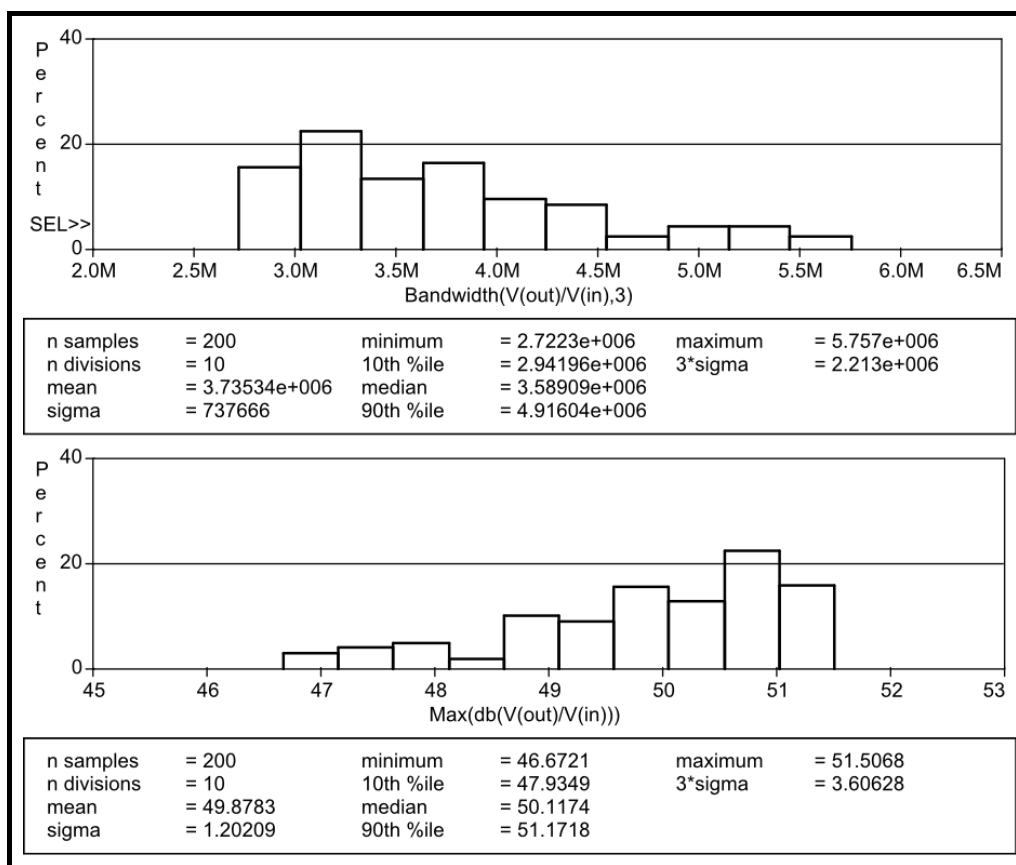

Рис. 97. Гистограммы анализа Монте-Карло
- 14.з. Сохранить полученные гистограммы и числовые параметры.5 Пример показан на рис. 97.